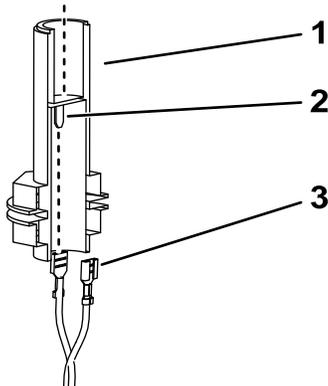

Figura 5
7. Collegate i connettori sfusi del cablaggio della luce di segnalazione alle forcelle nel connettore dell'attacco della luce di segnalazione (Figura 5).